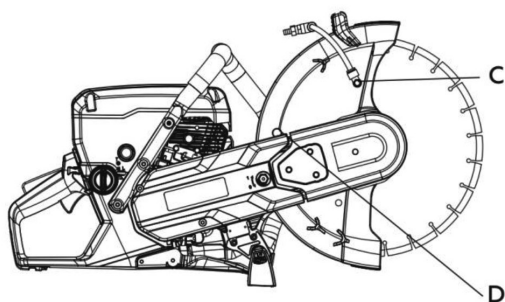

Рис. 11
- Отсоедините штуцера водяного шланга (при наличии системы подачи воды) и рукоятку от кожуха диска (C). Снимите стопор (D) (рис. 11).